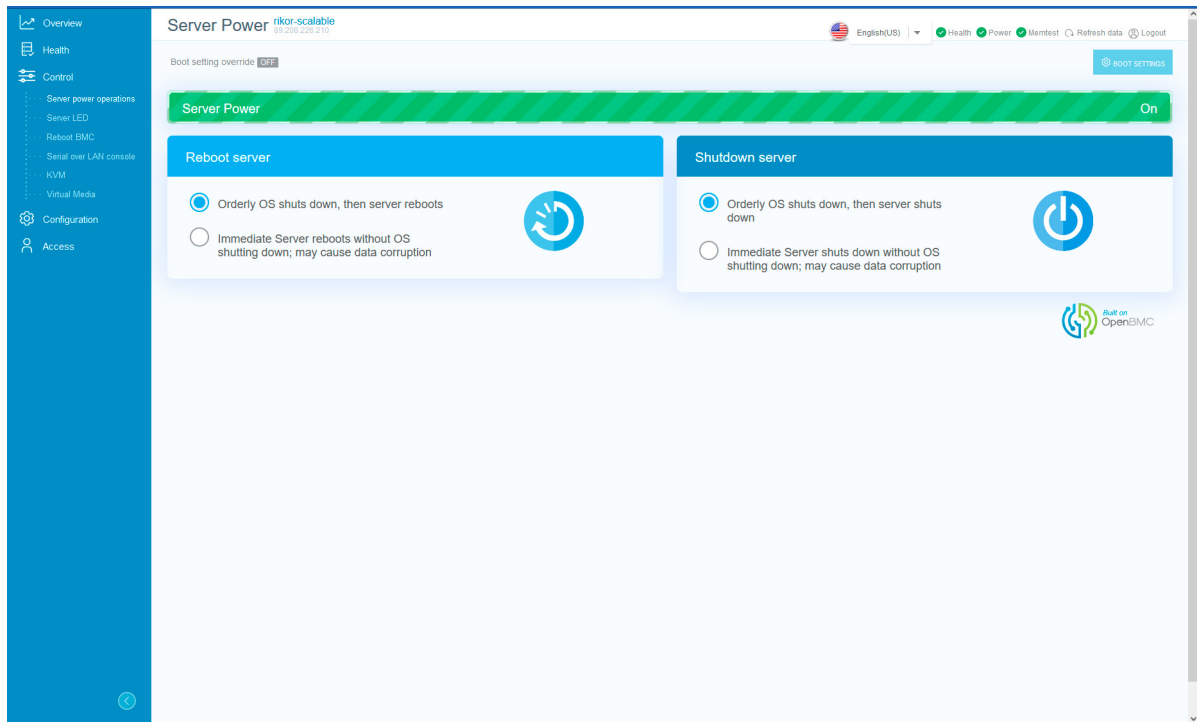

Рис. 68. Окно «Server power operations»
- 2) Пройдите во вкладку «Control» → «Server power operations» в данной вкладке осуществляется управление сервером. В поле «Server Power» показано состояние сервера «On» или «Off». В поле «Power on server» при нажатии на кнопку осуществляется включение и выключение сервера. Окно показано на рис. 68 Окно «Server power operations»